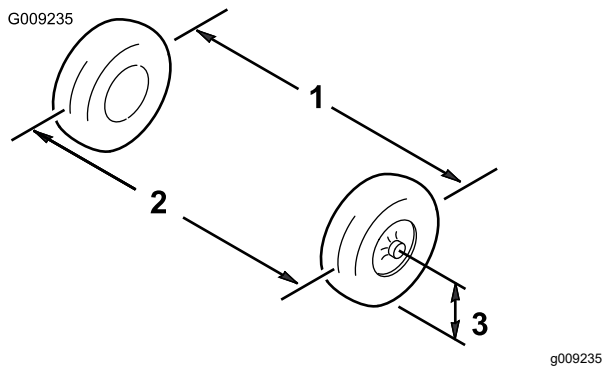

Figura 76
5. Mida la distancia entre los neumáticos delanteros a la altura del eje, en la parte delantera y trasera de las ruedas (Figura 76).